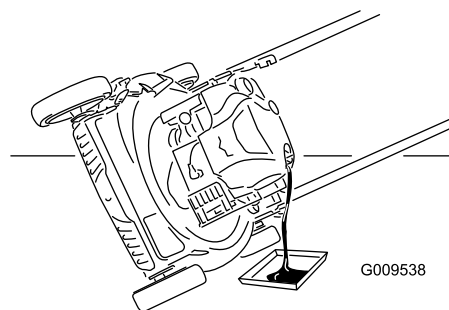

Figure 22
7. Basculez la machine sur le côté, tube de remplissage en bas, pour vidanger l'huile usagée dans le bac de vidange par le tube de remplissage (Figure 22).